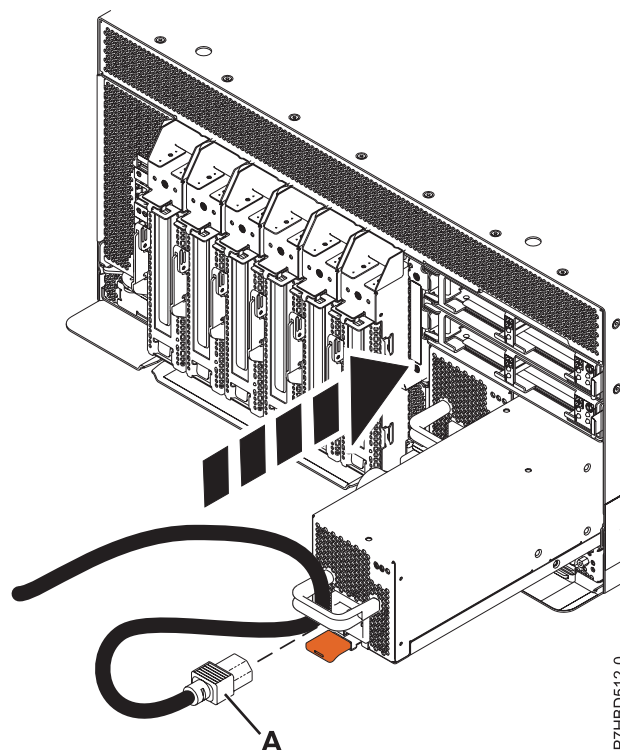

Figura 4. Sustitución de una fuente de alimentación
2. Alinee la fuente de alimentación con la bahía e inserte la nueva fuente de alimentación en la unidad del sistema hasta que el mecanismo de cierre encaje en su sitio, como se muestra en la Figura 4.
3. Vuelva a conectar el cable de alimentación (A) a la fuente de alimentación, tal como se muestra en la Figura 4.